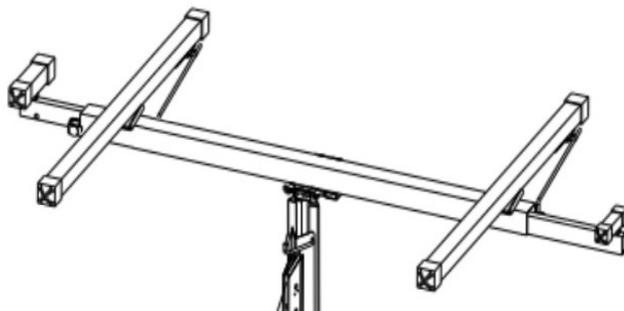

Abbildung 28
- Sobald beide Querarme an der Halterung befestigt sind, sollte die endgültige Montage wie in Abb. 28 dargestellt erfolgen.